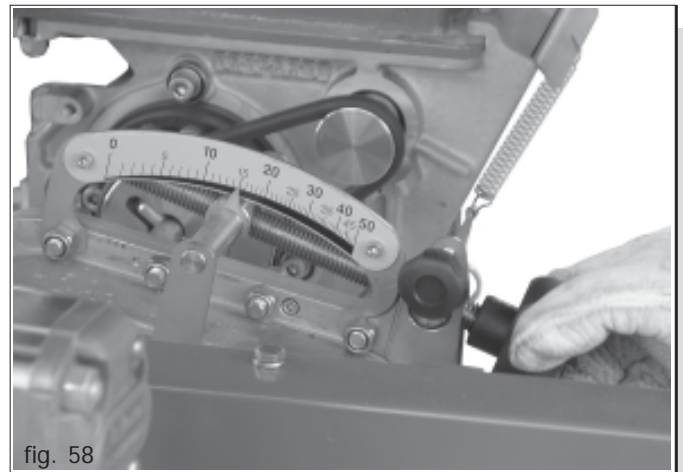

fig. 58
- ... y luego ponga el indicador graduado en la posición deseada (en función de la cantidad de producto a distribuir) utilizando el pomo de regulación (Fig. 58).